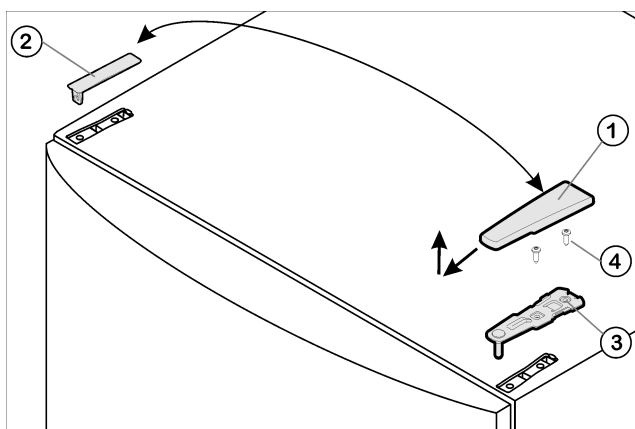

Fig. 4
- ▶ Крышку Fig. 4 (1) снимите движением вперед и вверх.
- ▶ Снимите крышку Fig. 4 (2).
- ▶ Открутите верхний опорный кронштейн Fig. 4 (3) (2 шт. Torx 25) Fig. 4 (4) и вытяните вверх.
- ▶ Установите верхний опорный кронштейн Fig. 4 (3) на новой стороне шарнира и защелкните в дверце.
- ▶ Прикрутите верхний опорный кронштейн (с моментом 4 Нм) (2 шт. Torx 25) Fig. 4 (4). При необходимости проделайте отверстия или используйте аккумуляторную отвертку.
- ▶ Наденьте и защелкните крышку Fig. 4 (1) и крышку Fig. 4 (2) на противоположной стороне снаружи.